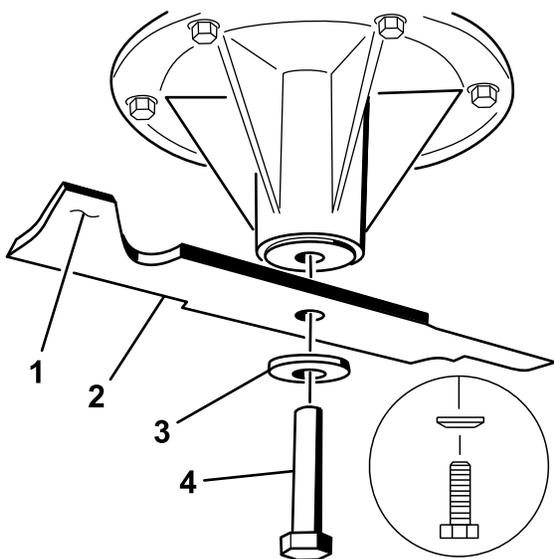

Figura 77
2. Montate la lama sull'asse del mandrino (Figura 77).
3. Montate la rondella curva e il bullone della lama (Figura 77).
**Nota:** La parte sporgente della rondella curva deve essere rivolta in verso la testa del bullone (Figura 77).